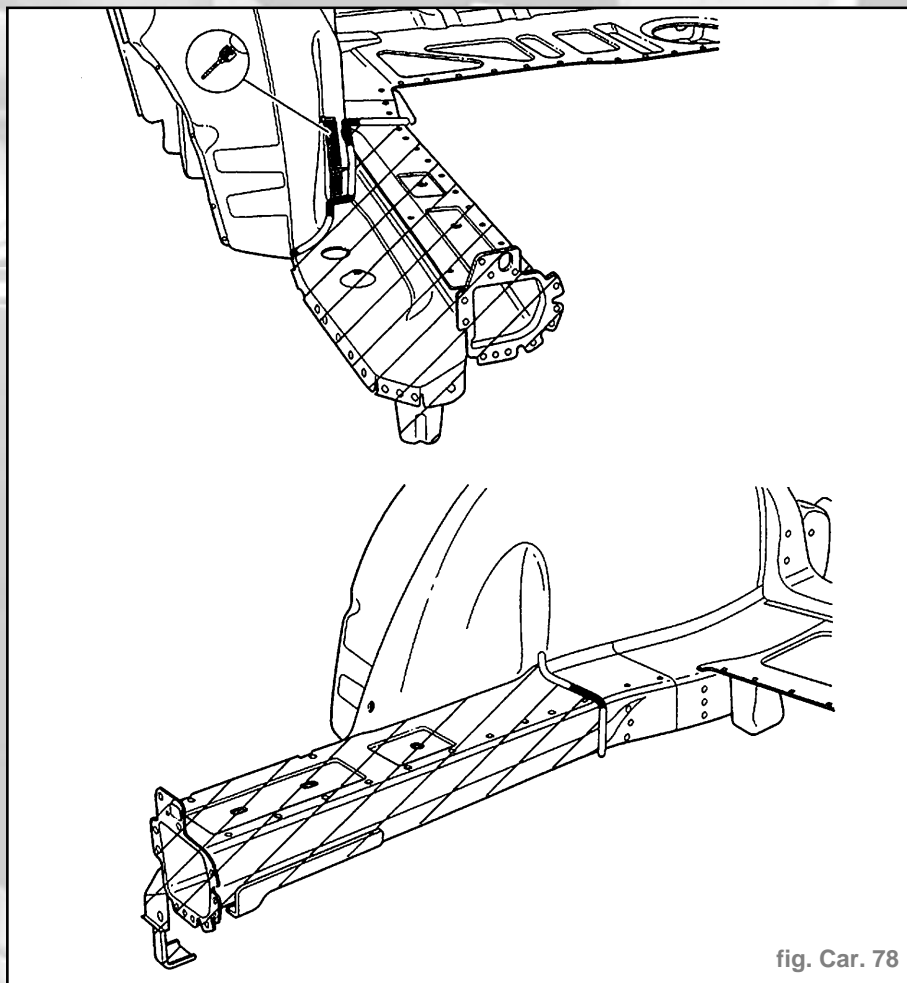

fig. Car. 78
- Découper le longeron (fig. Car. 78)